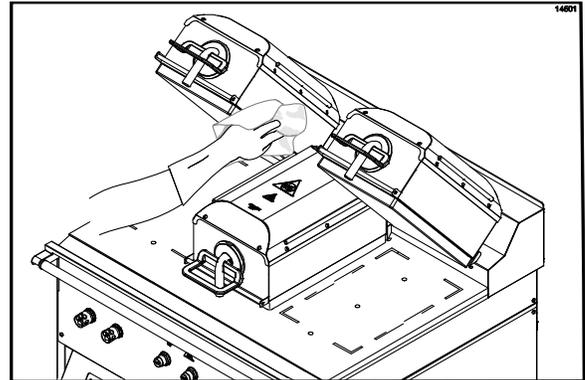

Figura 64
35. Enjuague los bordes interiores de las placas derecha e izquierda con un paño para parrillas limpio mojado con solución desinfectante. (Vea la figura 64.)